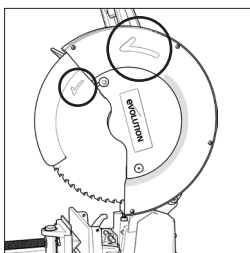

Fig. 6
- Installez la lame sur la bride intérieure et sur l'arbre en vous assurant que la flèche de direction et de rotation de la lame est dans le même sens que celle figurant sur le carter de lame supérieur de la machine. **(Fig. 6)**